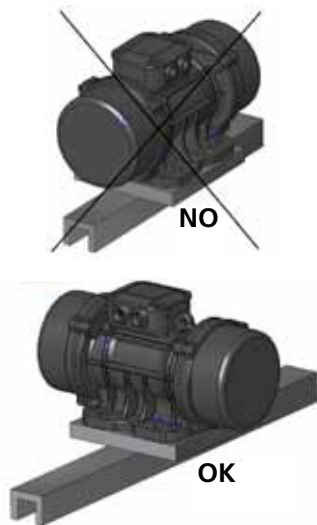

Figure 6a
2. Pour garantir la stabilité nécessaire et la fixation correcte du vibreur, utiliser une platine de montage. Puisque la force produite par le vibreur est radiale, monter la platine de montage et le vibreur perpendiculaire et non pas parallèle au profilé en fer. Dans le cas contraire, à cause de la flexion par effet de la force produite, des situations de surcharge et d'échauffement du vibreur pourraient se produire. Voir les figures 6a et 6b.